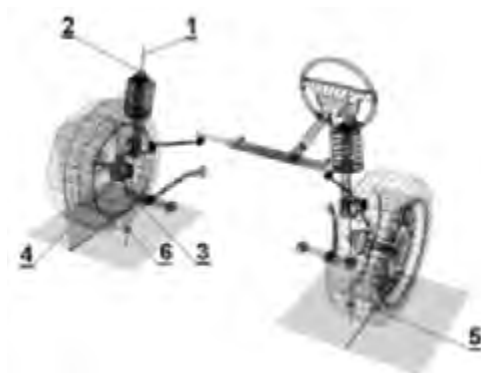

Рис. 1. Общий вид передней подвески типа "Мак-Ферсон" с реечным рулевым механизмом.
Перед обсуждением основных параметров геометрии ходовой части давайте договоримся о некоторых общих терминах, которыми в дальнейшем будем оперировать. Для этого рассмотрим переднюю подвеску и рулевое управление автомобиля. На рис. 1 показана схема широко распространенной подвески типа "Мак-Ферсон" в комплекте с не менее популярным реечным рулевым управлением. Здесь нужно обратить внимание на следующие элементы:
На нашей схеме (рис.1) она обозначена (1) и проходит через две характерные точки. Верхняя точка (2) является центром подшипника, в который упирается верх амортизаторной стойки с пружиной, а нижняя (3) совпадает с центром шарового пальца в шарнире на поперечном рычаге. В подвеске на двух поперечных рычагах верхняя точка является центром сферы шарового пальца верхней шаровой опоры. У автомобилей с зависимой подвеской эта линия является осью шкворня.
Плоскость вращения колеса. Это любая плоскость в колесе, перпендикулярная оси его вращения. Нам удобно будет принять ее проходящей через середину шины (см. 4, рис. 1).
Точка контакта колеса с дорогой. Это точка на линии пересечения плоскости вращения с дорогой, в которой колесо соприкасается с ней (см. 5, рис. 1).